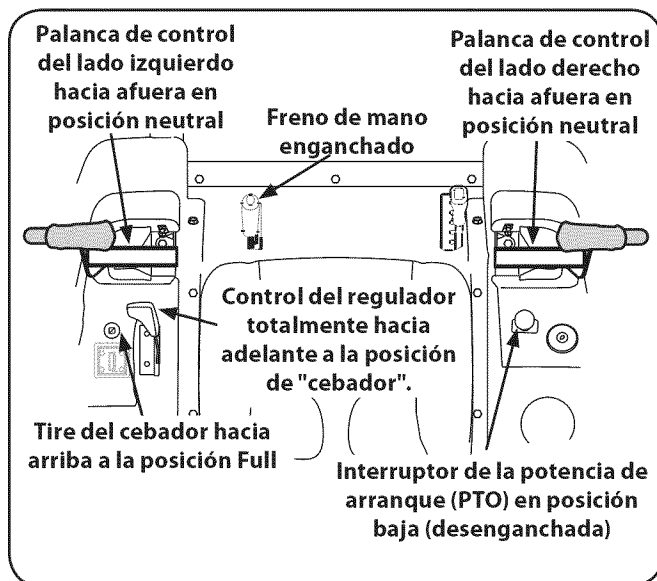

Figura 5-1
2. Coloque el freno de mano. Vea la Figura 5-1.
3. Verifique que el interruptor de la potencia de arranque (PTO) se encuentre en posición desenganchada (abajo). Vea la Figura 5-1.